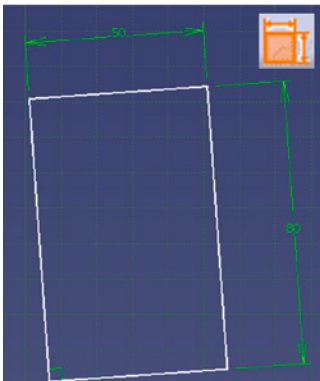

Bild 4.13 Formstabiles Rechteck
4. Formstabilität schaffen: Mithilfe der interaktiven Prüfung können Sie schnell feststellen, welche *Constraints (Zwangsbedingungen)* zur Definition eines formstabilen Profils noch fehlen. Fassen Sie dazu einen der Eckpunkte an, und bewegen Sie die Maus hin und her. Die noch fehlenden Bemaßungen Höhe (**80 mm**) und Breite (**50 mm**) werden über die Funktion *Constraint (Bedingung)* gesetzt. Wählen Sie dazu zwei gegenüberliegende Körperkanten aus, um die dazwischenliegenden Kanten in ihrer Länge zu definieren. Beim Setzen derartiger Abstandsbedingungen verschwinden die geometrischen Bedingungen *Parallelism (Parallelität)*. Per Definition sind diese in der Abstandsbedingung enthalten. Eine erneute interaktive Prüfung zeigt, dass sich das Profil nun weder in seiner Geometrie noch in seinen Abmaßen verändern lässt. Es ist formstabil. Veränderungen am Profil können nur noch über die Eingabemasken der Bemaßungsbedingungen (Doppelklick auf das zu verändernde Maß) oder durch Löschen von geometrischen Bedingungen vorgenommen werden (Bild 4.13).